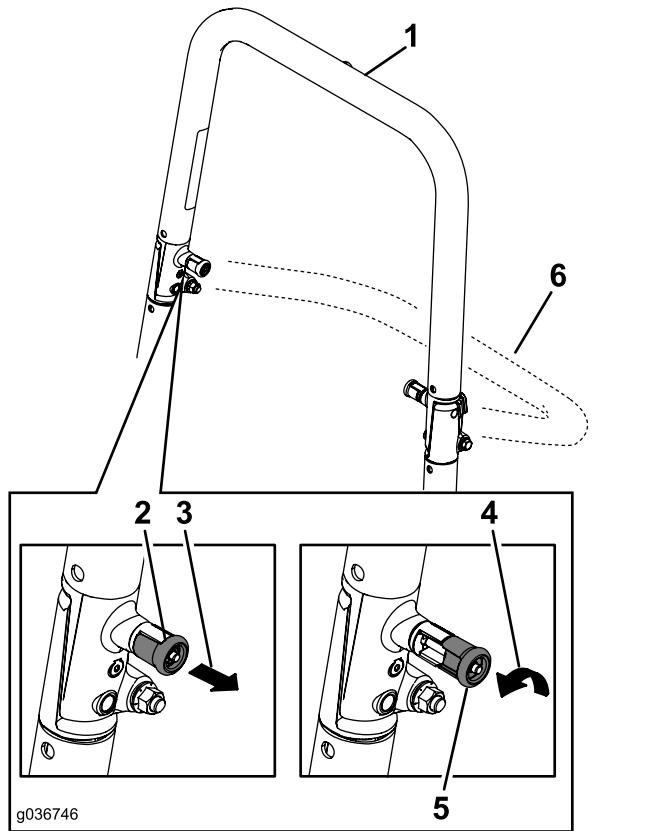

Figura 11
2. Tire de ambos pomos hacia fuera y gírelos 90 grados para desengranarlos (Figura 11).
- Baje la barra antivuelco (Figura 11).
- Eleve la barra anti-vuelco a la posición de trabajo y gire los pomos hasta que se introduzcan parcialmente en las ranuras (Figura 11).
- Eleve la barra antivuelco a la posición vertical, presionando sobre la parte superior de la misma; las clavijas encajarán en cuanto se alineen con los orificios (Figura 11).